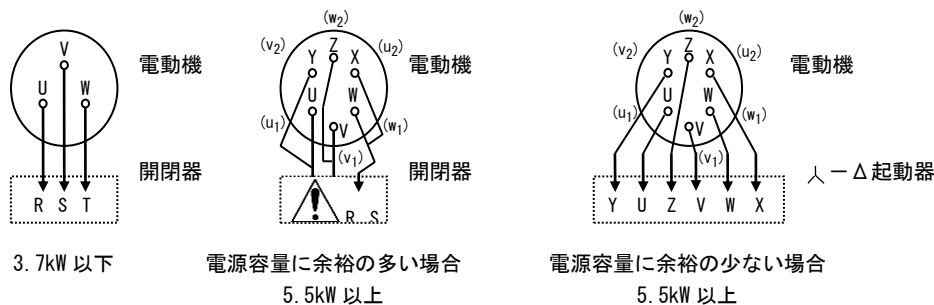

図7：配線接続図
- (1) 配線は図7又は電動機のターミナルボックス内ふたに表示された結線図又は電動機に附属された取扱説明書に従い、行ってください。